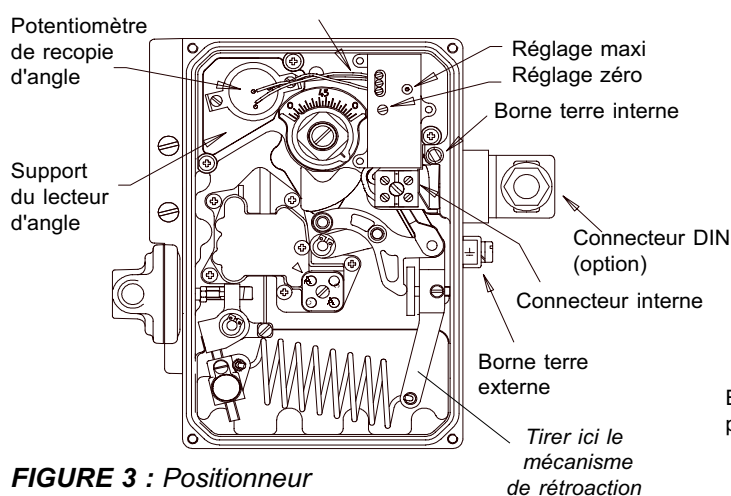
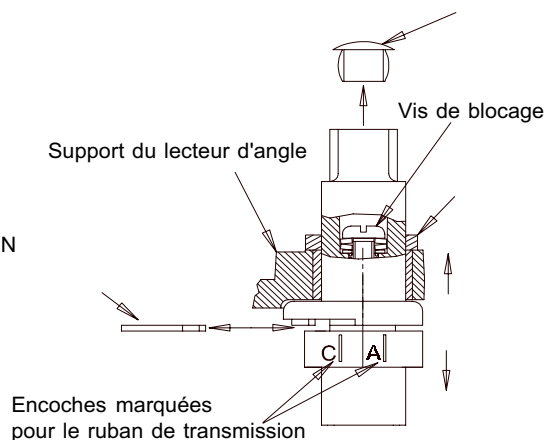

FIGURE 3 : Positionneur avec lecteur d'angle
FIGURE 4 : Axe
1.4 Après s'être muni du kit lecteur d'angle, vérifier la bonne position de la came sur l'axe (la figure 3 représente un positionneur anti-horaire) et celle du ruban de transmission sur l'axe (fig. 4). Chaque encoche est marquée d'une lettre : A pour "anti-horaire" et C pour "horaire". D'une main tirer le mécanisme de rétroaction et de l'autre placer l'axe du positionneur avec le lecteur d'angle sur la sortie d'axe carrée de l'actionneur (fig. 3). Si la palette de l'actionneur double effet a bien été placée à mi-course, le galet arrive environ à mi-course de la came. Si l'actionneur est simple effet, le galet doit se situer au plus près de l'axe du positionneur.
Le potentiomètre de recopie et les deux potentiomètres de réglages sont représentés en fig. 3.